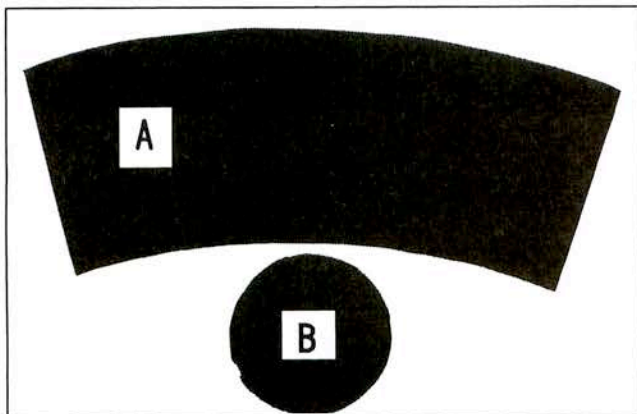
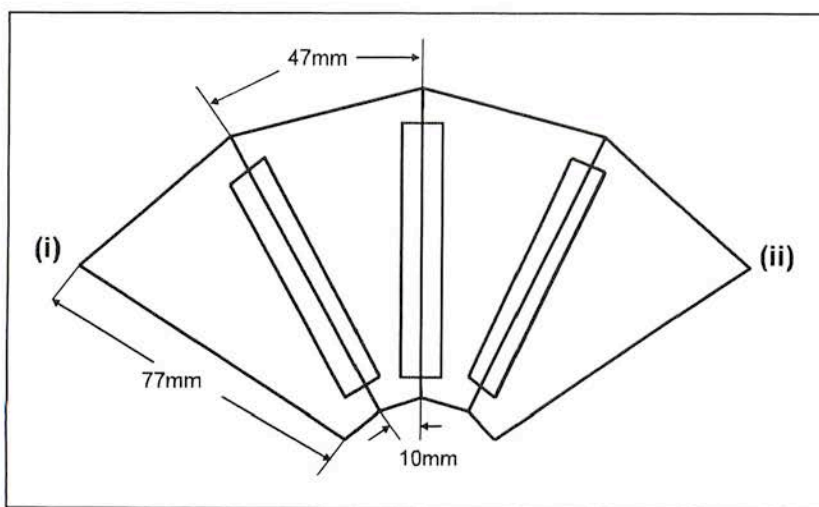

図1 紙コップの内面を黒くするために黒の色画用紙でA, Bを2組作る。
図2 ポリカーボネイトミラー (厚み0.5mm) で四角錐ミラーをつくる。
1. 黒色（つや消し）の画用紙で図1（A, B）のような形の紙を2組作ります（紙コップの内面に入れて反射防止に用います）。Aは側面用で、Bは底用です。A, Bを紙コップ（a）と（b）の2個の内面に、両面テープで紙コップから外れないように取り付けます（図2）。
2. ポリカーボネイトのミラーを切り、図2のようなミラー片を4枚作ります。このミラーの裏側を上にして、机の上に並べます。その時、ミ
ラーの隙間を約0.5~1mm あけて置きます (図2)。そして、ミラーの裏側をセロテープではります (図2)。ミラーの保護膜を取り除き、ピカピカ光っている方を中側にして、(i)と(ii)が合うように四角錐に折り曲げ、両端 (i と ii) をセロテープでとめます。(この四角錐ミラーは実験3 で用います。)